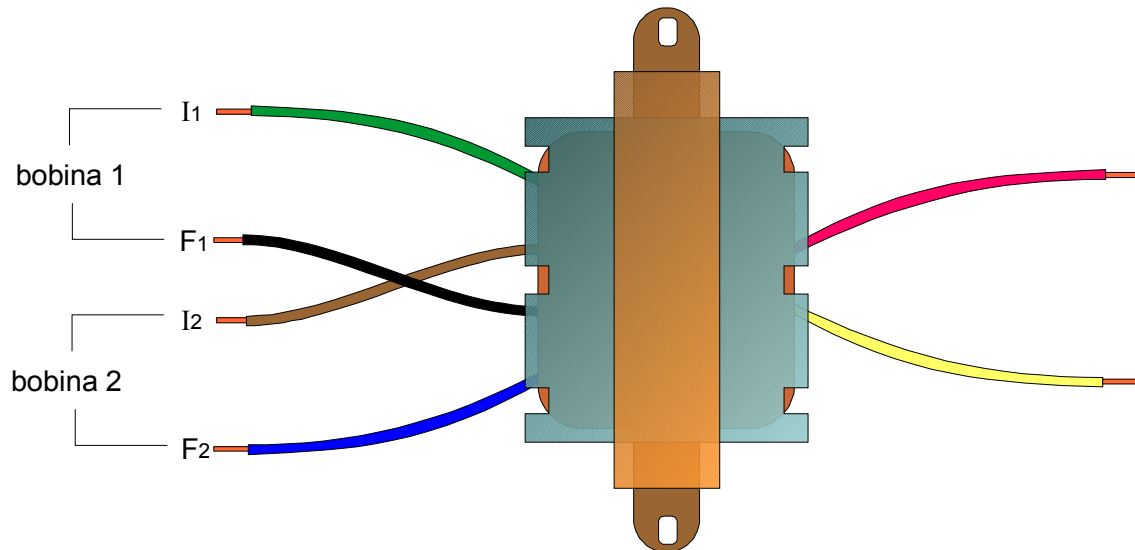

Fig.32 Separação e identificação dos fios das bobinas.
- Separar os pares de fio de cada bobina e identificar os fios de cada uma delas com início e fim (I_1 , F_1 e I_2 , F_2), como ilustrado na **Fig.32**.